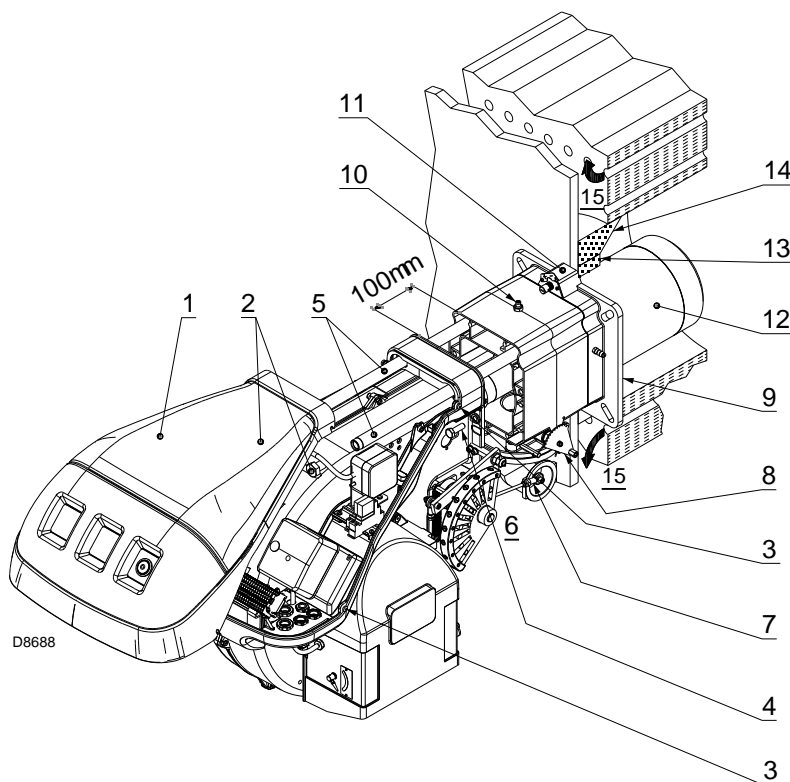

图 12
燃烧筒 12)(图 12) 长度的选择必须符合锅炉制造商的要求, 在任何情况下都应长于锅炉炉门安装炉补后的厚度。
带前烟道 15)(图 12) 或中心回焰式炉膛的锅炉其使用耐火材料制成的保护性炉补 13) 必须装于锅炉炉补 14) 和燃烧筒 12) 之间。
从燃烧器上取下燃烧头，如图 12 所示。
一旦上述操作（如必要）已经完成，固定法兰 11)(图 12) 到锅炉钢板，并在中间插入随附的隔热垫 9)(图 12)。
- 将燃烧器重新装回到滑杆 3) 上，距管路连接处 4) 约 100mm，此时燃烧器位置如图 12 所示；